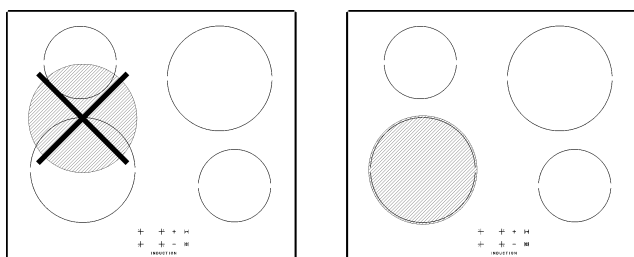

РИС. 7
См. правильное использование на рис. 7 и соблюдайте перечисленные инструкции.
- Посуда для приготовления пищи должна быть надлежащим образом расположена по центру нагревательных элементов (см. рис. 7). Если посуда расположена не по центру соответствующей отмеченной зоны или была снята без выключения элемента, то датчик спустя несколько секунд автоматически выключит варочную поверхность, а на дисплее появится символ